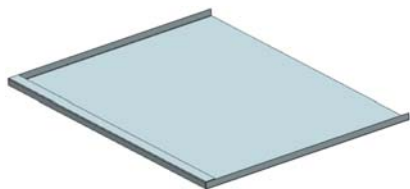

图 11-13 创建弯边特征 2
(6) 在“弯边”对话框中，单击 **应用** 按钮，创建弯边特征 2，如图 11-13 所示。